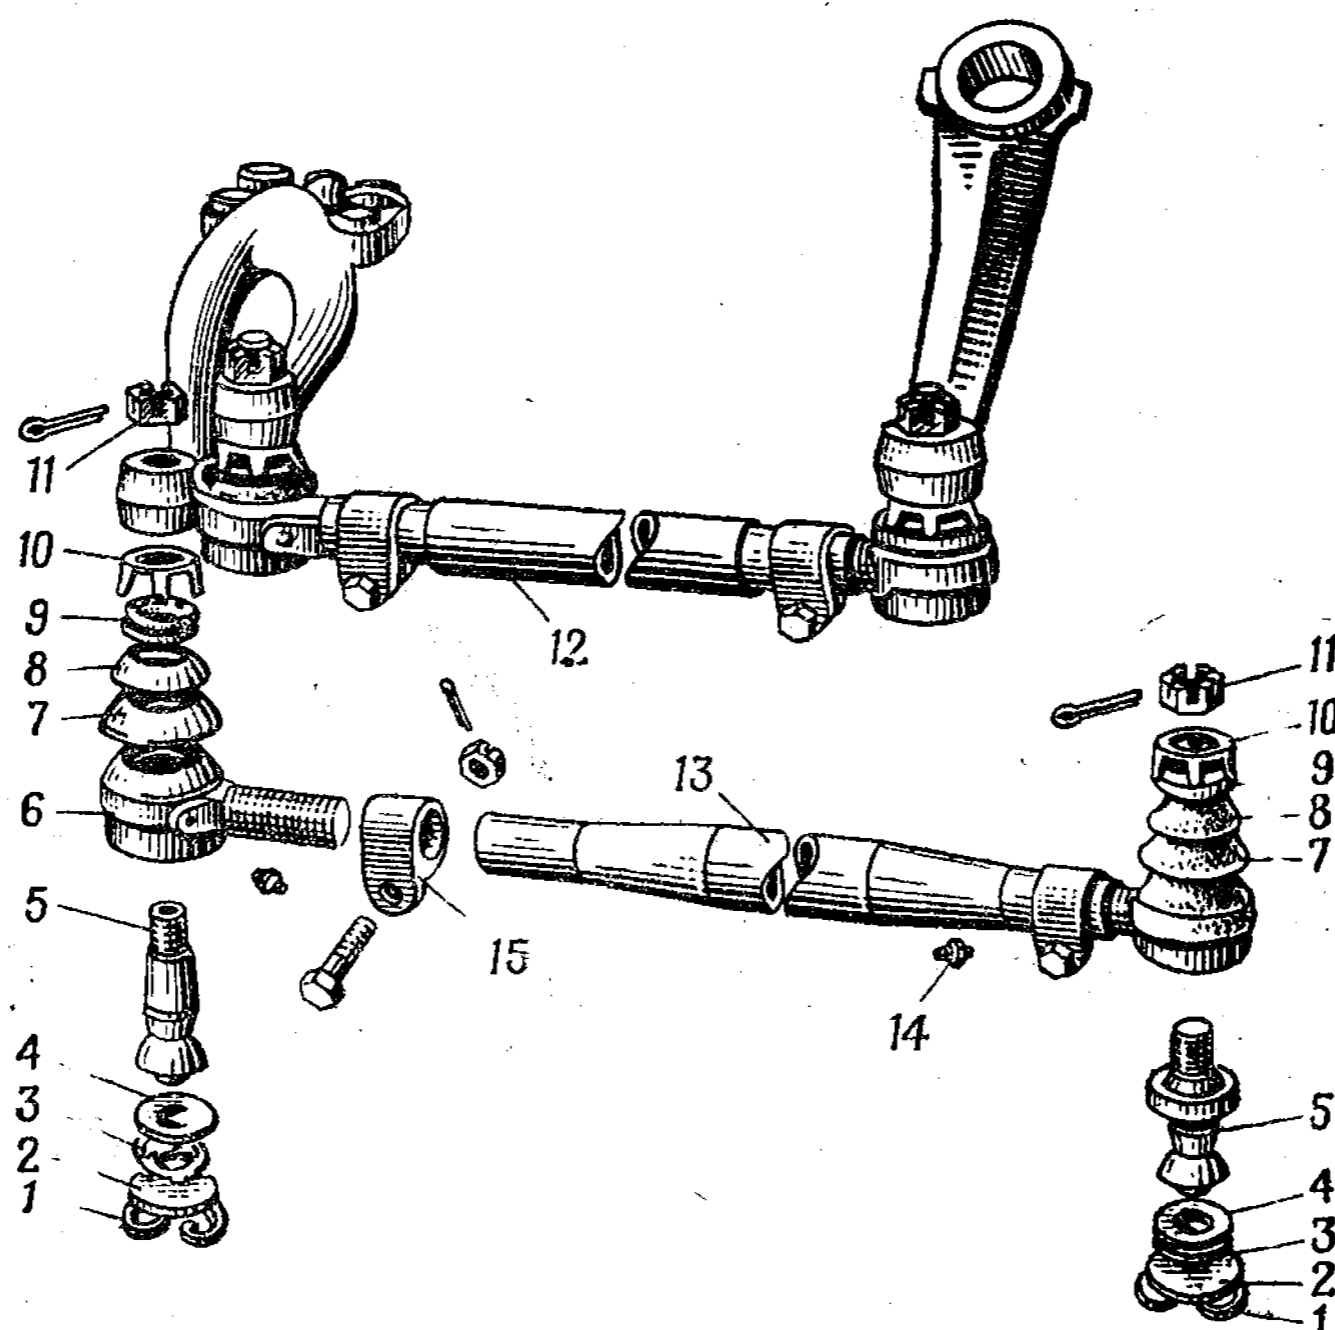

Рис. 151. Рулевые тяги:
1. Установить тягу 12 (рис. 151) сошки с наконечником в сборе в тиски	Тиски II—120
11. Установить правый наконечник 6 (рис. 151) тяги сошки с сухарем в сборе в тиски